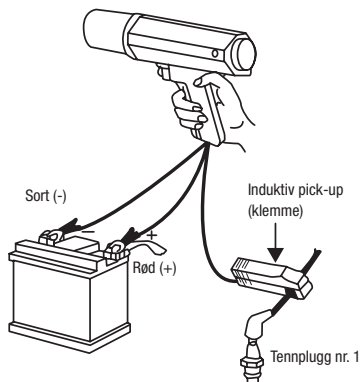

Fig. 2
6. Koble til tenningslampe slik vist i fig. 2.
Tenningslampe skal være tilkoblet slik vist i fig. 2, og vakuumslangen til fordeleren skal være frakoblet.